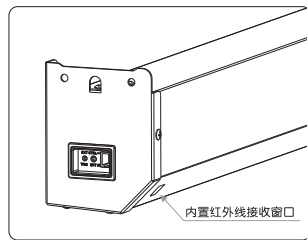

图15
- 1、当内置红外线接收窗口没有被任何物体遮挡时, 您可以使用内置红外线遥控控制银幕的上升、停止、下降(如图15)。